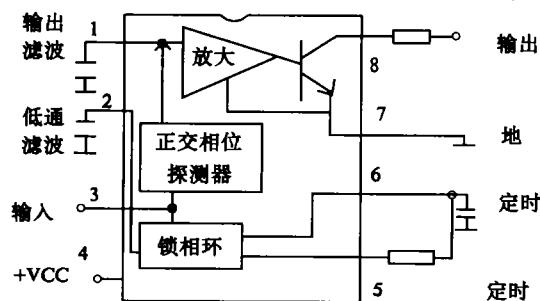

图 1
LM567 的名称是“锁相环音频译码器”, 它的封装形式采用 8 脚双列直插式, 其内部结构和管脚功能如图 1 所示。它的内部电路结构由正交相位探测器、锁相环、放大器等组成。在锁相环内部, 含有电流控制振荡器、相位检测器、反馈滤波器。LM567 的工作电压范围是 4.75~9V, 工作频率可达 500 kHz, 静态工作电流仅 8 mA。第③脚是信号输入端, 要求输入信号大于 25 mV。第⑧脚是逻辑输出端, 从图中看出它是一个集电极开路的晶体管输出, 允许最大灌电流为 100 mA。第⑤、⑥脚外接的电阻、电容决定了 IC 内部压控振荡器的中心频率, $f_0 \approx 1/(1.1RC)$ 。第①、②脚通常是分别对地接电容, 形成输出滤波网络和环路低通滤波网络, 其中第②脚所接电容决定锁相环路的捕捉带宽, 电容数值越大, 环路带宽越窄。